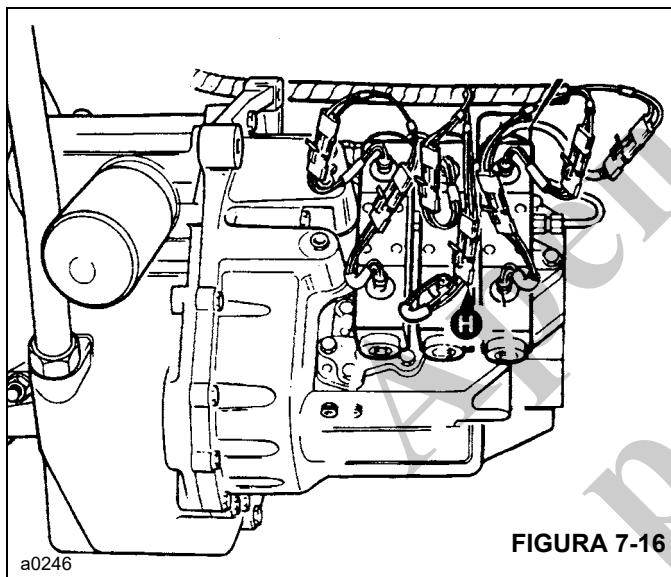

FIGURA 7-16
3. Remova o conector de alimentação do solenoide da embreagem do eixo auxiliar **H**, Figura 7-16. Isso assegura que apenas a embreagem de relação alta de avanço seja energizada quando a 2ª marcha de avanço for selecionada.